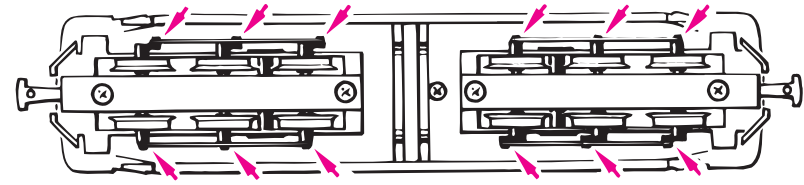

Fig. 4
Um einen optimalen Lauf der Lokomotive zu gewährleisten bitten wir Sie, **vor erstmaliger Inbetriebnahme die Lager der Kuppelstangen zu ölen** (siehe Fig. 4).
2. Schmierung: Versehen Sie die im Schmierplan in Fig. 4 u. 8 gekennzeichneten Stellen mit nur **kleinen Öltropfen**. Dazu zuerst das Lokgehäuse abnehmen (Fig. 3). Wir empfehlen den **ROCO-Öler** Art. Nr. **10906**. Zur Schmierung der Getriebeteile (Zahnräder, Schnecke) empfehlen wir das **ROCO-Spezialfett 10905**. Im Falle der Schmierung diese Teile bitte nicht ölen.
Veillez huiler légèrement les paliers de l'emballage de votre locomotive avant sa première mise en service sinon il y a risque de mauvaises qualités de marche au même de dommages au mécanisme moteur de la machine (voir fig. 4).
2. Graissage: N'appliquez qu'une **très petite goutte** aux endroits indiqués par le plan de graissage (fig. 4 et 8) après avoir la caisse de la locomotive (fig. 3). Nous vous recommandons le **graisseur à huile ROCO réf. 10906**. Pour graisser les engrenages (roues dentées, vis sans fin - fig. 6 et 9) nous vous conseillons la **graisse spéciale Roco ref. 10905** pour engrenages en matières synthétiques. Lorsque vous utilisez cette graisse il faut éviter d'huiler ces composants.
Before taking into service your model these bearings of the **coupling rods be oiled** as otherwise there would be the risk of bad running qualities or damage on the locomotive (see fig. 4).
2. Lubrication: Apply **tiny oil drops** to spots marked in fig. 4 and 8. Prior to lubrication dismantle locomotive (fig. 3). We recommend using item no **10906, Roco oiler**. For lubrication the gear-parts (e.g. cog-wheels, worm) we would recommend our Roco **special grease** (item No. **10905**).